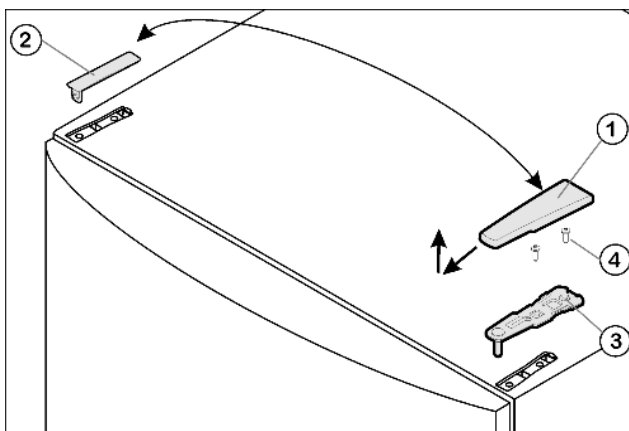

Fig. 4
- Tirer le cache Fig. 4 (1) vers l'avant et l'enlever par le haut.
- Retirer le cache Fig. 4 (2).
- Dévisser la charnière supérieure Fig. 4 (3)(2 vis Torx 25) Fig. 4 (4) et l'enlever par le haut.
- Placer la charnière supérieure Fig. 4 (3) sur le nouveau côté charnière dans la porte.
- Visser la charnière supérieure (2 x vis Torx 25). Fig. 4 (4). Pointer les trous de vissage ou utiliser une visseuse sans fil.
- De l'extérieur, poser puis encliqueter le cache Fig. 4 (1) et le cache Fig. 4 (2) sur le côté opposé.